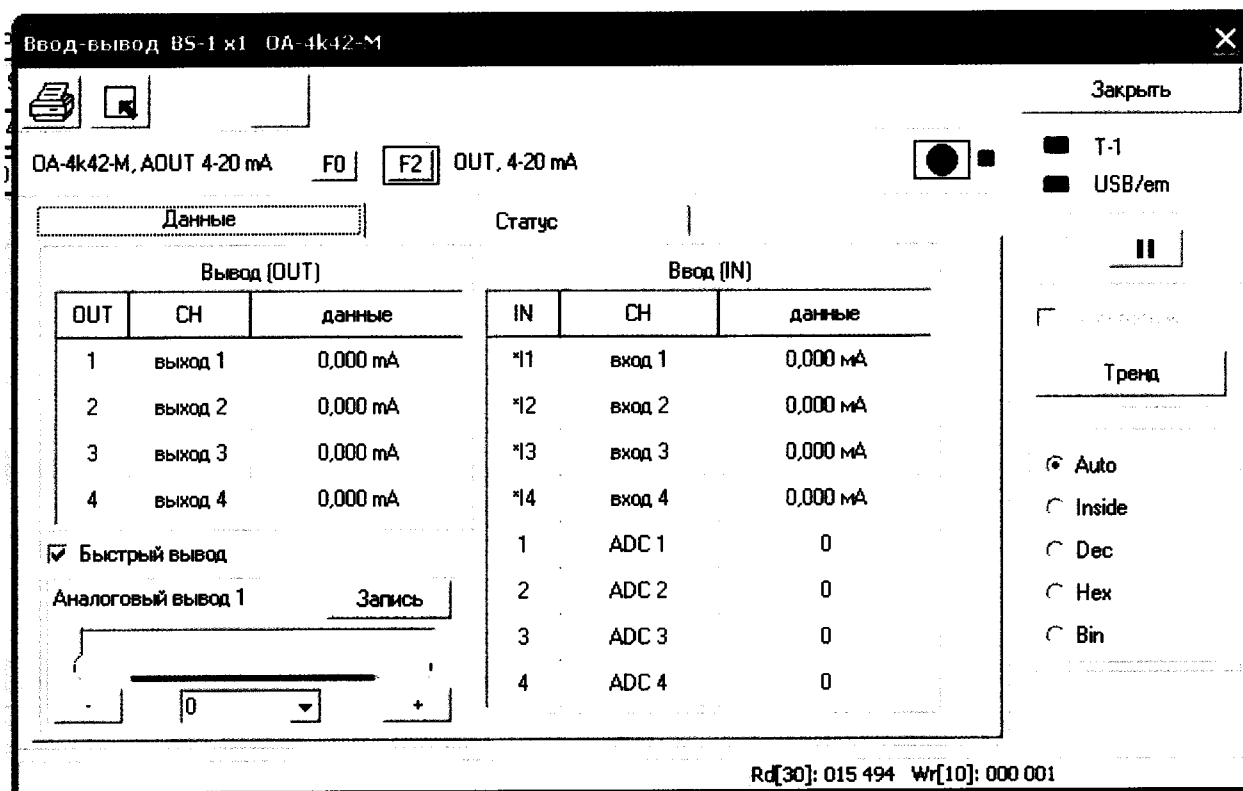

Рисунок 6
7.4.2.2 В окне «Модули BS-1» нажатием на кнопку «Ввод/Вывод» войти в окно «Ввод/Вывод». В окне (рисунок 6) в двух разделах будут отображаться перечни выходных каналов и значения заданного (левый раздел «Вывод (OUT)») и измеренного системой самодиагностики (правый раздел «Ввод (IN)») тока в миллиамперах. Проконтролировать правильность отображения функции модуля на передней панели: режим – синий сигнал индикатора, индикаторы каналов – мигающий синий сигнал.